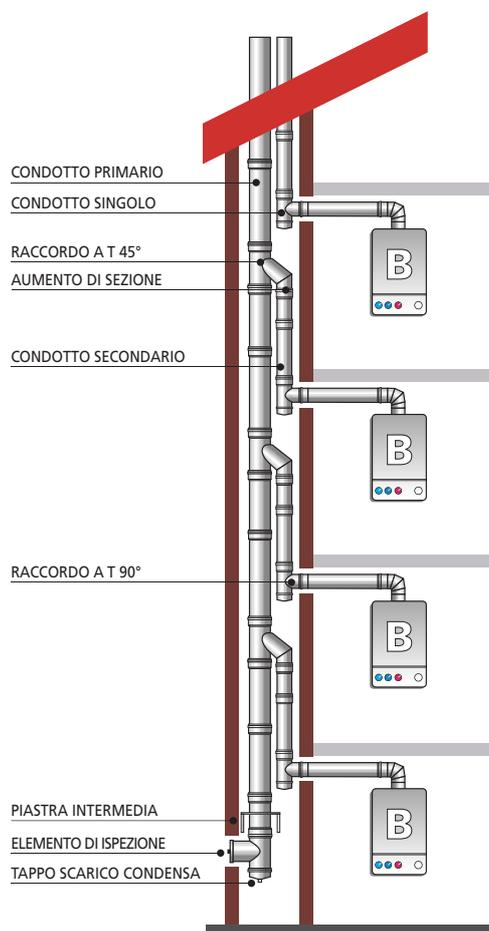

FIGURA 10A
7.1.2. SCHEMA DI MONTAGGIO PER CANNE FUMARIE COLLETTIVE ASSERVITE AD APPARECCHI DI TIPO B (figura 10A e figura 10B)
- Inserire il raccordo a T che permette di collegare il canale da fumo al camino: in funzione della tipologia dell'impianto prevista dal progettista, dovrà essere installato un raccordo a T 90° o inclinato a 45° (**figura 10A**) oppure di tipo coassiale (**figura 10B**).